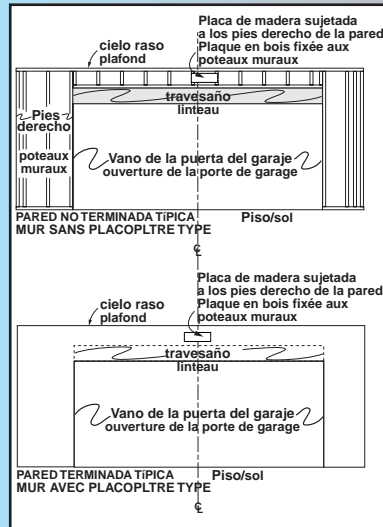
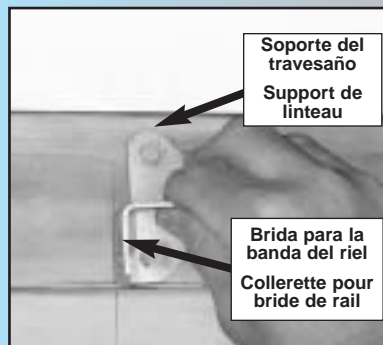

Fig. 2-5
Fig. 2-7
4. Verifique la resistencia del lugar de montaje. El apoyo del travesaño debe estar acoplado al entramado de la estructura del garaje. Fig. 2-5.
- Si la posición final del apoyo del travesaño está arriba del travesaño de la puerta del garaje, se debe instalar una placa de montaje y el lugar de montaje se debe volver a marcar antes de continuar con el paso 5. **Fig. 2-5.**
- Si el lugar marcado no es sólido, una placa de montaje se debe instalar y el lugar de montaje se debe volver a marcar antes de continuar. **Fig. 2-7 y Fig. 2-5.**
- Le support de linteau doit être installé sur l'ossature du garage. **Fig. 2-5.**
- Si la position finale du support de linteau se trouve au-dessus du linteau de la porte de garage, installer une plaque de montage et retracer l'emplacement du montage, passer ensuite à l'étape 5. **Fig. 2-5.**
- Si l'emplacement de votre montage marqué n'est pas solide, installer une plaque de montage et retracer l'emplacement du montage avant de poursuivre l'installation. **Fig. 2-7 et Fig. 2-5.**